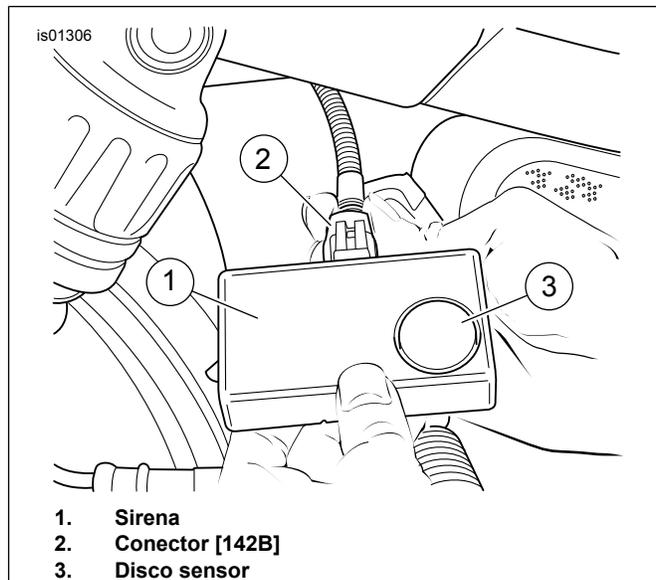

Figura 4. Instalación del conector de la sirena (todos los VRSC 2002 a 2006)
6. Vea Figura 4. Coloque el cable conductor del arnés de la sirena desde la parte inferior del lado derecho del guardabarros. Obtenga la sirena (1) del kit e inserte el conector [142B] (2) dentro del receptáculo de la sirena hasta que el conector enganche firmemente.